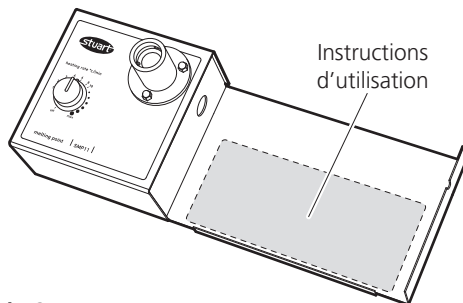

Fig 2
2. (Première utilisation uniquement) Lorsque l'appareil est débarrassé, choisir l'étiquette d'instructions adhésive appropriée parmi le choix de langues. Décoller l'arrière et coller l'étiquette sur la grande zone métallique creuse du côté droit du SMP11 (voir Fig. 2). Appliquer délicatement l'étiquette à l'aide d'un objet plat pour lisser et chasser les bulles d'air.